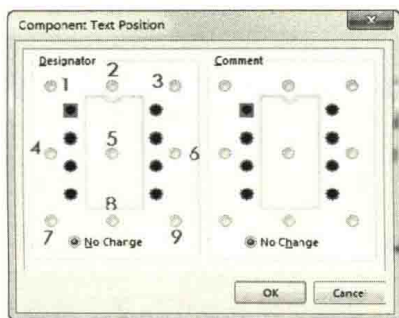

图 10-23 Component Text Position
(1) 选中需要操作的元件。
(2) 按快捷键“AP”，进入元件的丝印摆放选择对话框，如图 10-23 所示，该对话框中提供“Designator”和“Comment”两种摆放方式，这里以“Designator”为例进行说明。